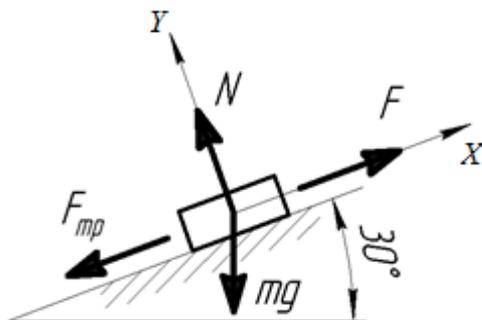

Рисунок 15 – Условие задачи 7
**Задача 7.** Каким должен быть вес тела  $l$ , для того чтобы началось скольжение вверх по наклонной плоскости, если  $F = 90$  Н, а коэффициент трения скольжения  $f = 0,3$  (рисунок 15)?